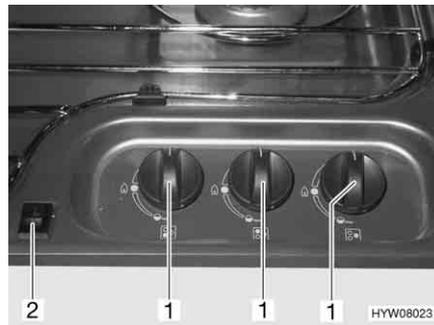

Fig. 151 Elementi di comando del fornello a gas
- Ruotare il pomello girevole (Fig. 151,1) dell'impianti a fiamma libera desiderato in posizione accesa (fiamma alta).
- Premere l'interruttore a bilico (Fig. 151,2). Sul bruciatore vengono prodotte scintille.